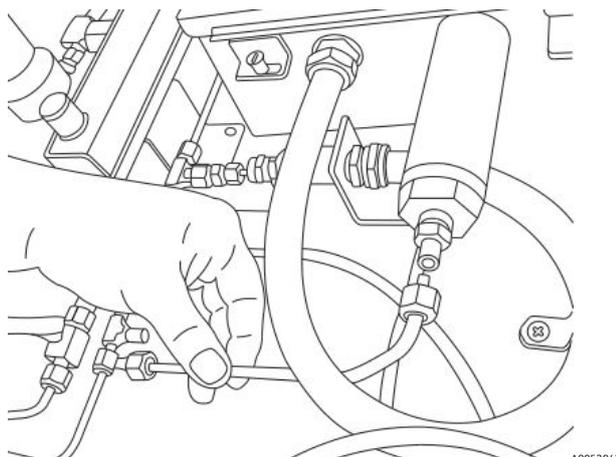

Figure 81. Retrait du tube
4. Retirer le tube entre le capteur de pression et le raccord en té. Voir la figure 81.